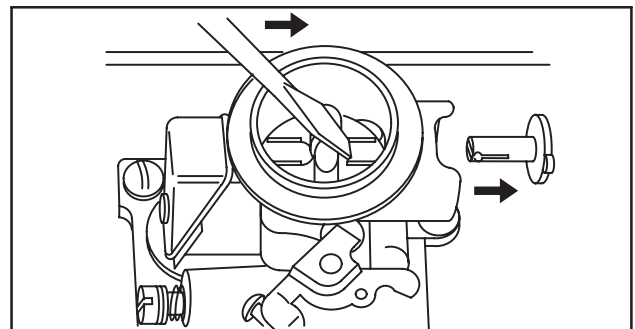

Fig. 29
2. Appliquer une pression au bout de l'axe pour le libérer comme indiqué en Fig. 29.